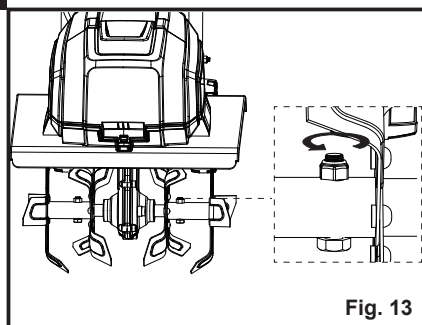

Fig. 13
1. Para desmontar las cuchillas de púas, retire los pernos y las tuercas con una llave (Fig. 13).